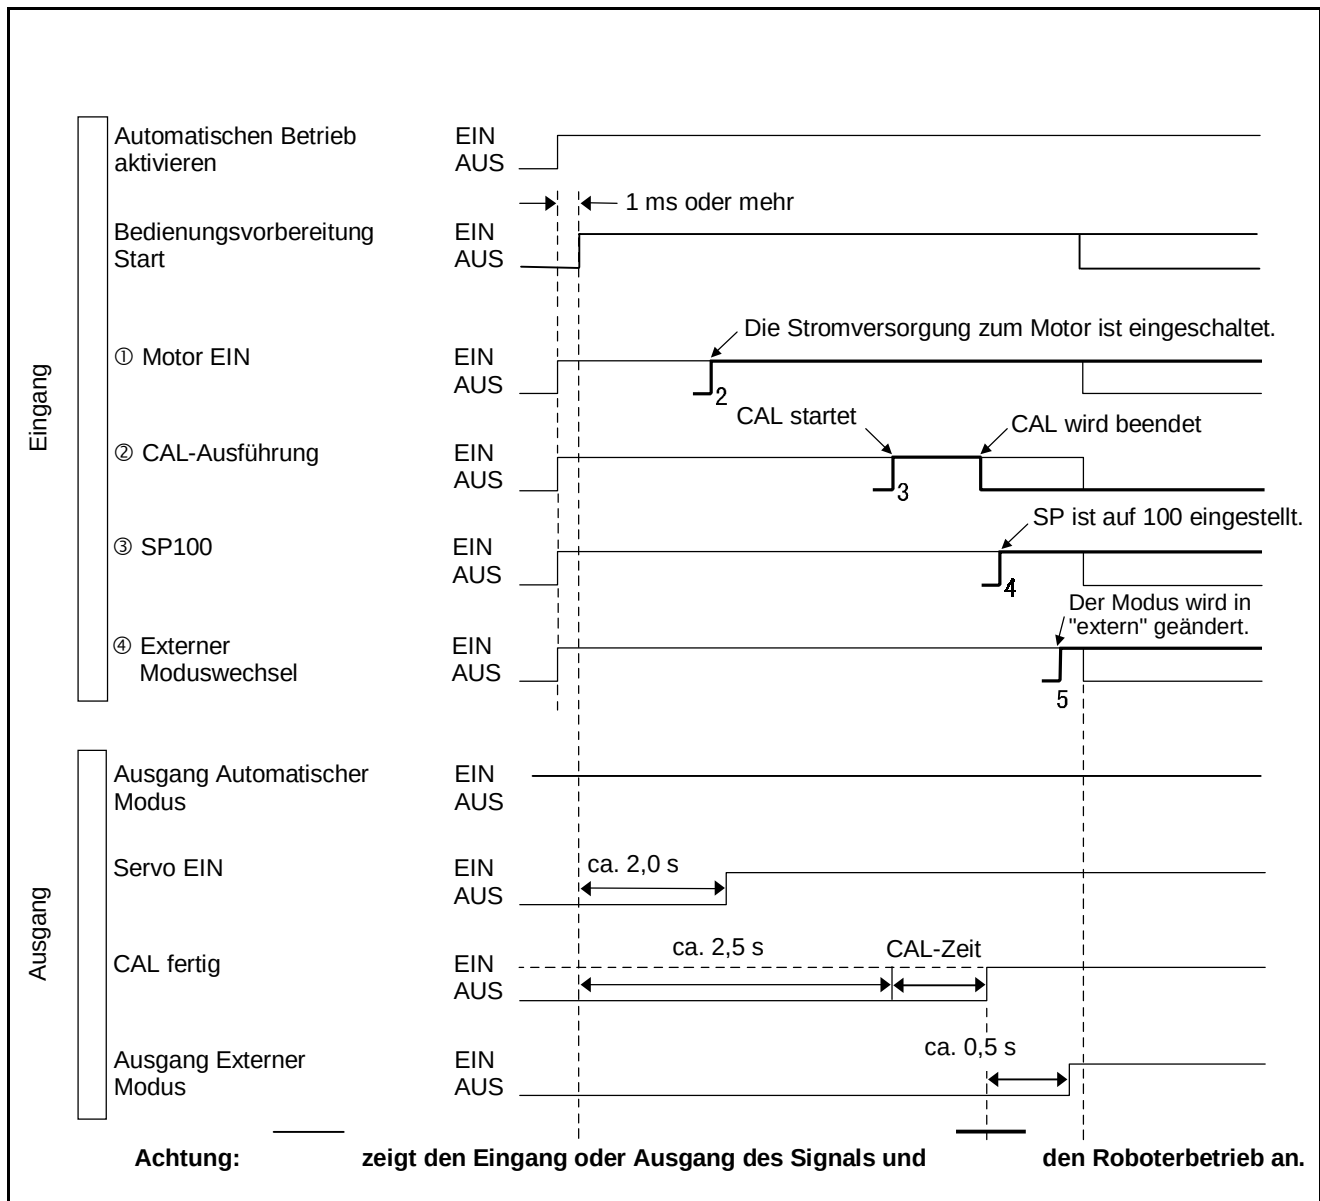

Abbildung 5-35 Beispiel des Signals "Bedienungsvorbereitung Start" - Zeitverhalten
Die Koordination der Eingänge für das Signal "Bedienungsvorbereitung Start" sowie ① bis ④ ist in Abbildung 5-35 dargestellt.